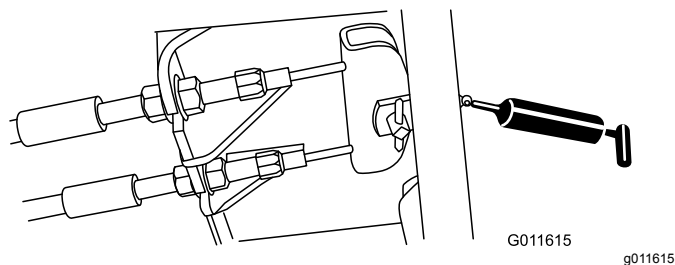

Figura 54
- Pedal de freno (1) (**Figura 54**)